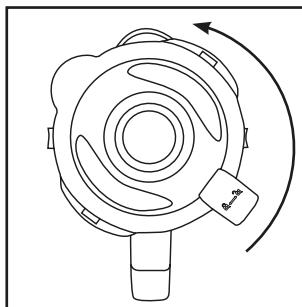
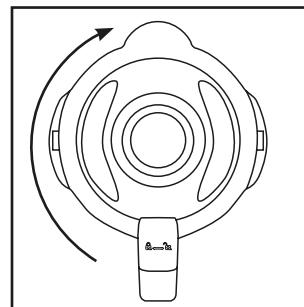

Fig. 1
Fig. 2
- 1) Tournez le bol mixeur **③** dans le sens anti-horaire jusqu'à ce que la flèche **▼** située sous la poignée du bol mixeur se trouve sur la position **▲**. Détachez le bol mixeur **③** tout droit vers le haut du bloc moteur **⑥**.
- 2) Retirez le couvercle **②** en le tournant dans le sens anti-horaire en direction de la position **▲** (voir fig. 1), jusqu'à pouvoir le retirer par le haut.
- 3) Remplissez le bol mixeur **③**.
- 4) Appuyez à nouveau fermement le couvercle **②** sur le bol mixeur **③** de manière décalée. Refermez le couvercle **②** en le tournant dans le sens horaire jusqu'à ce qu'il encrante audiblement en position **▲** (voir fig. 2). Veillez à ce que le bec verseur du bol mixeur **③** soit fermé. Le moteur ne peut démarrer que si le couvercle **②** est posé de manière alignée.